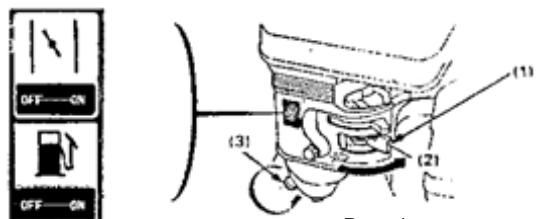

Рис. 6
- Переместите топливный кранник в положение «открыто» (ON) и убедитесь, что нет утечки топлива (см. рис. 6).